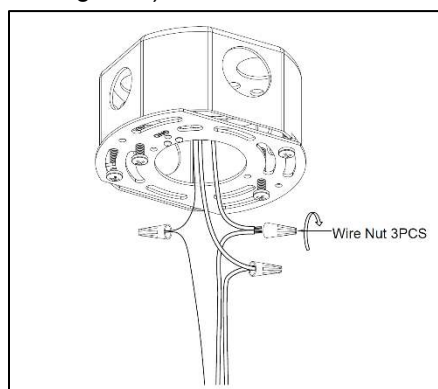

Figura 9
- Con la alimentación apagada, sostenga firmemente el conjunto de la carcasa de la lámpara (2) y conecte el cable de tierra de cobre de la lámpara al cable de cobre pelado de la caja de empalmes usando una tuerca para cables (5) (si el cableado de la carcasa no incluye un conector). cable a tierra, consulte su código eléctrico local para conocer el método de conexión a tierra aprobado). (Consulte la Figura 9)
- Utilice tuercas para cables (5) para conectar el cable negro de la lámpara al cable negro de la fuente de alimentación y el cable blanco de la lámpara al cable blanco de la fuente de alimentación. (Ver Figura 9).